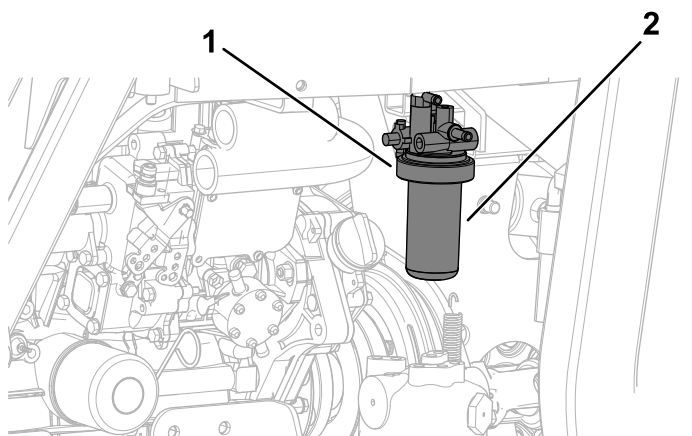

Рисунок 72
- Очистите поверхность вокруг головки топливного фильтра (Рисунок 72).
- Снимите фильтр и очистите монтажную поверхность головки фильтра (Рисунок 72).